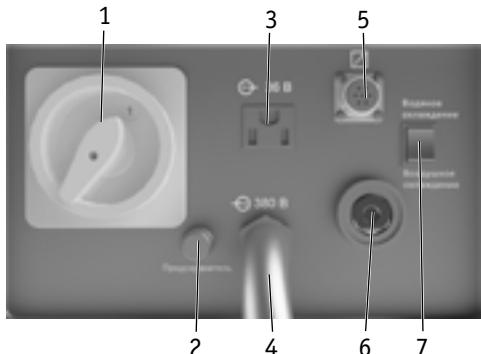

Рис. 6.3. Задняя панель.
5. Задняя пальмель (см. рис. 6.3)